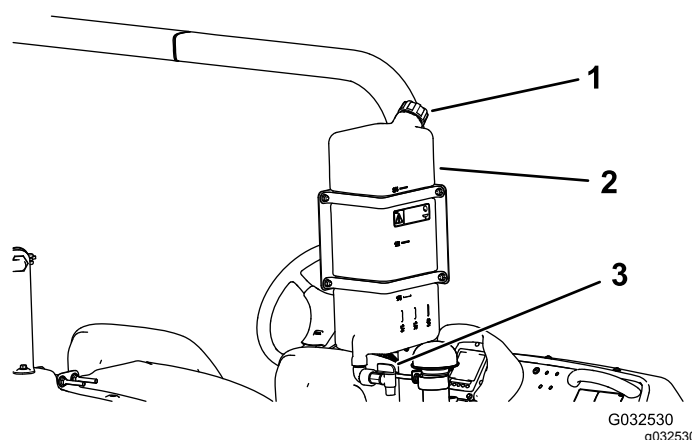

Figure 27
- Pour remplir le réservoir, dévissez le bouchon situé sur le dessus, remplissez-le d'eau douce puis revissez le bouchon en place (Figure 27).
- Pour ouvrir le robinet du réservoir d'eau douce, tournez le levier sur le robinet (Figure 27).